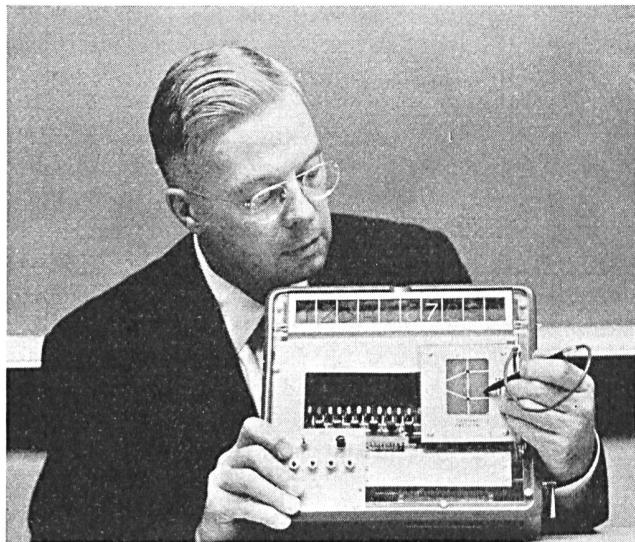

Fig. 2. T. L. Dimond, der Erfinder des neuartigen Lesegerätes, berührt das Schreibplättchen des Gerätes mit dem Metallstift
rédige d'après la fiche V le texte pour la bande perforée et inscrit le texte à imprimer sur cette fiche. Le service du télégraphe se charge de perforer les bandes, tandis que le service des renseignements fait passer les bandes perforées dans le transmetteur automatique, le télémimprimé fournit les bandes imprimées prêtes à être collées. Ces bandes sont ensuite enroulées sur un rouet (figure 2); l'opératrice chargée du cardex n'a plus alors qu'à coller les bandes gommées dans les listes.
T. L. Dimond, der Erfinder des neuartigen Lesegerätes ging einen andern Weg. Er stellte an die Form und Grösse der zu lesenden Schriftzeichen einige begrenzende Bedingungen (siehe Fig. 1). So müssen die zu lesenden Buchstaben und Zahlen um zwei untereinander angeordnete Punkte geschrieben werden. Der Abstand der beiden Zentrierpunkte bestimmt die Grösse der zu lesenden Schriftzeichen. Von den Zentrierpunkten gehen je drei radiale Fühllinien aus. Eine zusätzliche Fühllinie verbindet die beiden Zentrierpunkte. Die verschiedenen Ziffern und Zahlen werden so identifiziert, dass gezählt wird, wie oft eine bestimmte Fühllinie von einem Metallstift gekreuzt worden ist. In einem logischen Rechenwerk werden aus der Anzahl und der Reihenfolge der Kontaktgebung durch den Fühlstift die geschriebenen Schriftzeichen bestimmt und dann als Buchstaben oder Zahlen auf einer Leuchttafel angezeigt. Um das Gerät in seine Ausgangslage zurückzubringen, berührt der Schreiber mit dem Metallstift ein Löschplättchen (Fig. 2).